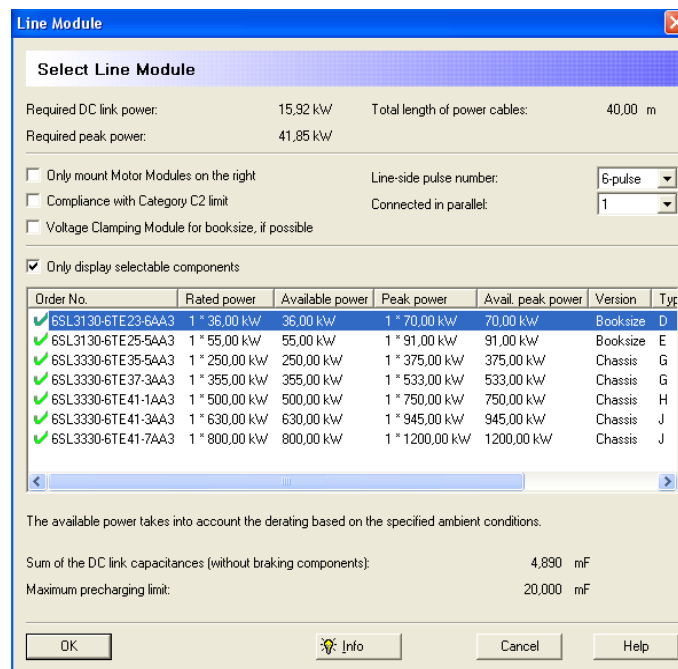

Figura 3.2.99 "Select Line Module"
- **Line Module** (figura 3.2.99): es en este apartado, donde Sizer muestra los diferentes *Line module* que son compatibles con la configuración que se ha realizado.